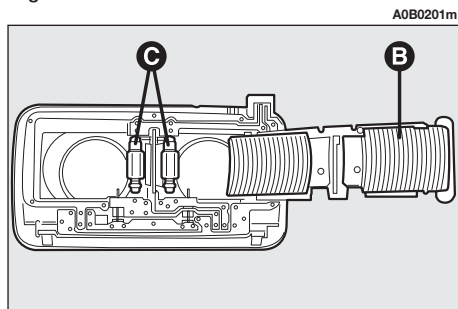

fig. 53
- Aprire il coperchio (**B-fig. 53**).
- Sostituire la lampada interessata (**C-fig. 53**) tirandola verso l'esterno e svincolandola dai contatti laterali accertandosi che la nuova lampada risulti correttamente bloccata tra i contatti.